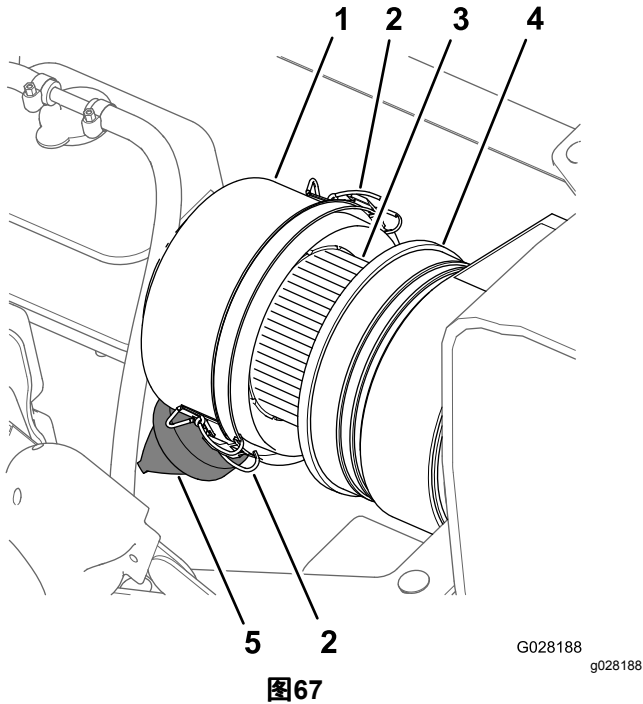
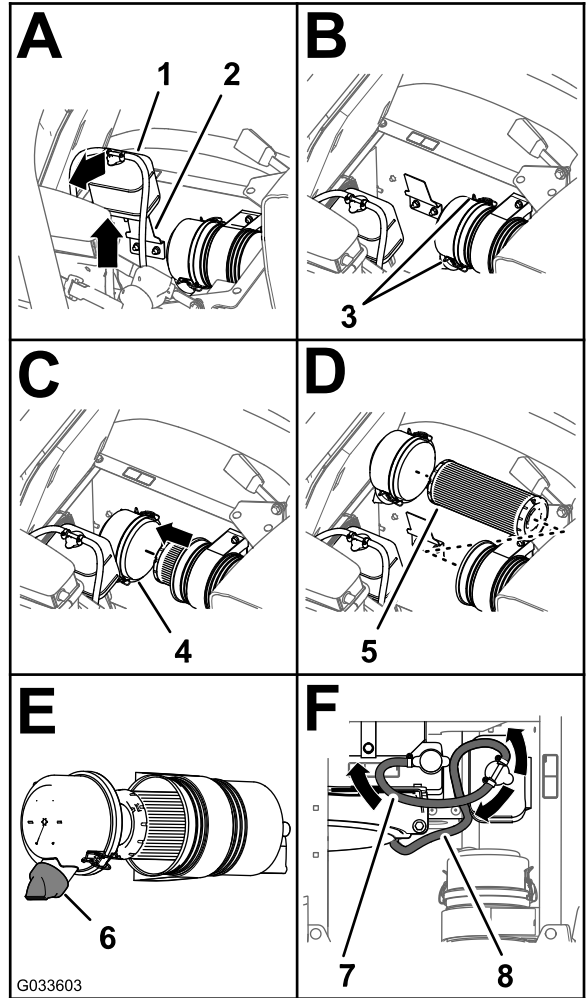

图67
图68
3. 清洁防尘盖和空气滤清器壳体 图67。
4. 检查空气滤清器壳体是否存在可能导致空气泄漏的损坏 图67。
5. 挤压防尘阀清除污物、灰尘和杂物 (图67)。
7. 检查空气滤清器滤芯是否积聚了过多灰尘、污物和杂物 图67。
8. 将防尘盖安装到空气滤清器壳体上使用 2 个搭扣固定防尘盖 图67。
2. 清洁防尘盖和空气滤清器壳体 图67。
3. 向上提起冷却液溢流罐并将其移离溢流罐支撑架 图68。
4. 松开将防尘盖固定至空气滤清器壳体的 2 个搭扣 图68。
6. 用湿抹布将防尘盖、空气滤清器壳体和防尘阀内部擦拭干净 图67 和 图68。
7. 将空气滤清器滤芯插入空气滤清器的壳体 图68。
8. 将防尘盖安装到空气滤清器壳体上使用 2 个搭扣固定防尘盖图68。
**注意** 确保从尾端看时防尘阀在 57 点钟位置是对齐的图68。
9. 将冷却液溢流罐与溢流罐支撑架对齐稳固放置溢流罐图68。